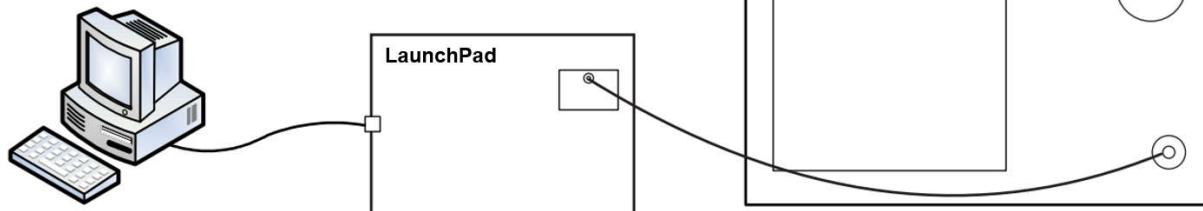
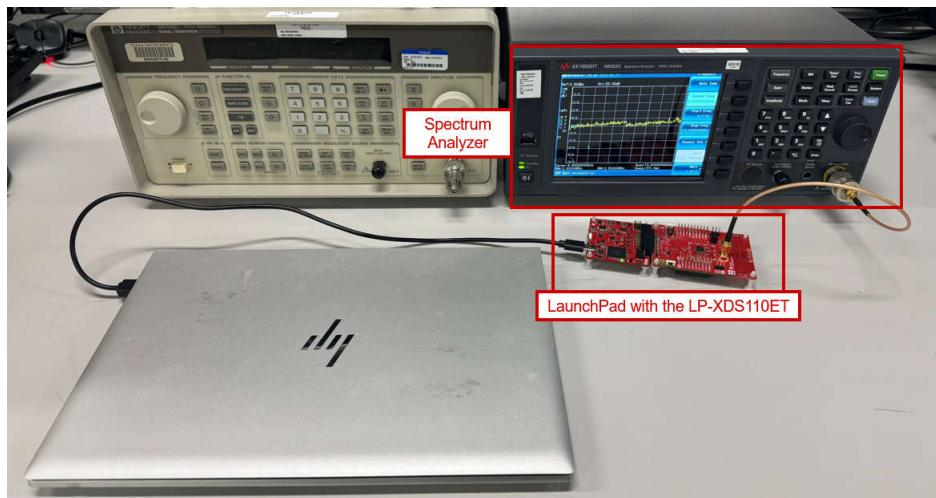

図 7-17. スピアス放射テスト設定図
図 7-18. スピアス放射テストベンチの設定
テスト条件: 図 7-17 に、スプリアス放射テスト設定のセットアップを示します。
- ステップ 1: 図 7-17 および 図 7-18 に示すように、機器を接続します。